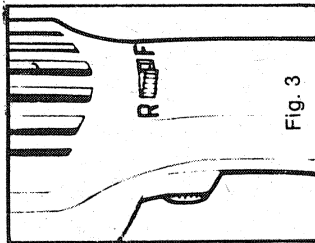

Fig. 3
Pour bloquer la gâchette en position de marche continue à l'emploi d'accessoires, serrer la gâchette et faire glisser le bouton de blocage (B, fig. 3) vers le haut puis relâcher doucement la gâchette. Pour dégager le mécanisme de blocage de la gâchette, la serrer à fond puis la relâcher.
**La Gâchette de contact, perceuse à vitesse réglable (7190-04 seulement):** (a) Fonctionnement normal, faire tourner le bouton de réglage (A, fig. 3) dans le sens horaire jusqu'à ce qu'il s'arrête. Cette position laisse les deux mains libres pour la manœuvre. Le tours/minute augmente au fur et à mesure qu'est enfoncée la gâchette. (b) Pour régler le régime de sorte que le tours/minute soit le même chaque fois qu'est enfoncée la gâchette, faire tourner le bouton de réglage dans le sens horaire jusqu'à ce qu'il s'arrête. Enfoncer à fond la gâchette puis, la perceuse en marche à son régime maximum, enfoncer le bouton de blocage de la gâchette. Relâcher la gâchette et le moteur maintiendra son allure de marche. Enfin, faire tourner le bouton de réglage dans le sens anti-horaire; vous constaterez alors le ralentissement du tours/minute. Continuer de faire tourner le bouton de réglage jusqu'à ce que soit réglé le tours/minute désiré. Pour éteindre la perceuse, enfoncer à fond la gâchette puis la relâcher.
**NOTE:** Si l'outil ne fonctionne pas ou s'il fonctionne seulement à basse vitesse, vous assurer que le bouton de contrôle ("A" Fig. 3) est tourné complètement dans le sens horaire.